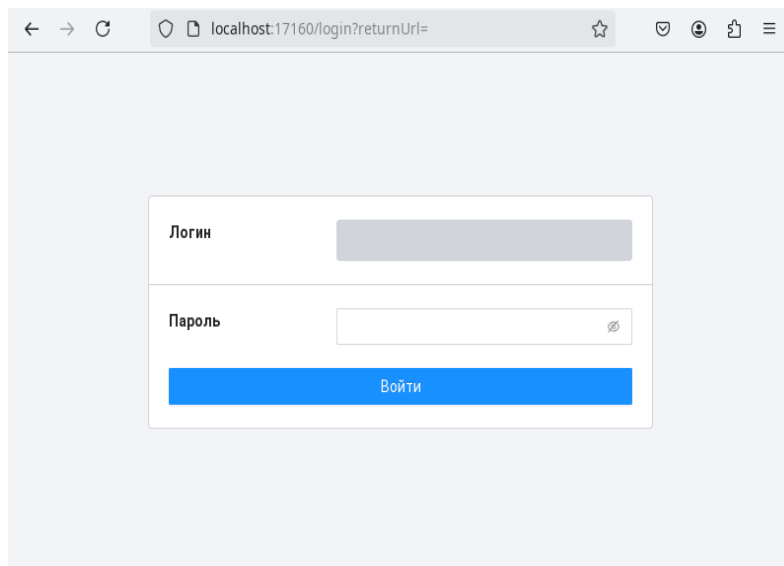

Рисунок 1 – Форма авторизации
3. После успешной загрузки приложения откроется форма авторизации (Рисунок 1). Введите необходимые **логин** (по умолчанию: asi) и **пароль** (по умолчанию: icasi).